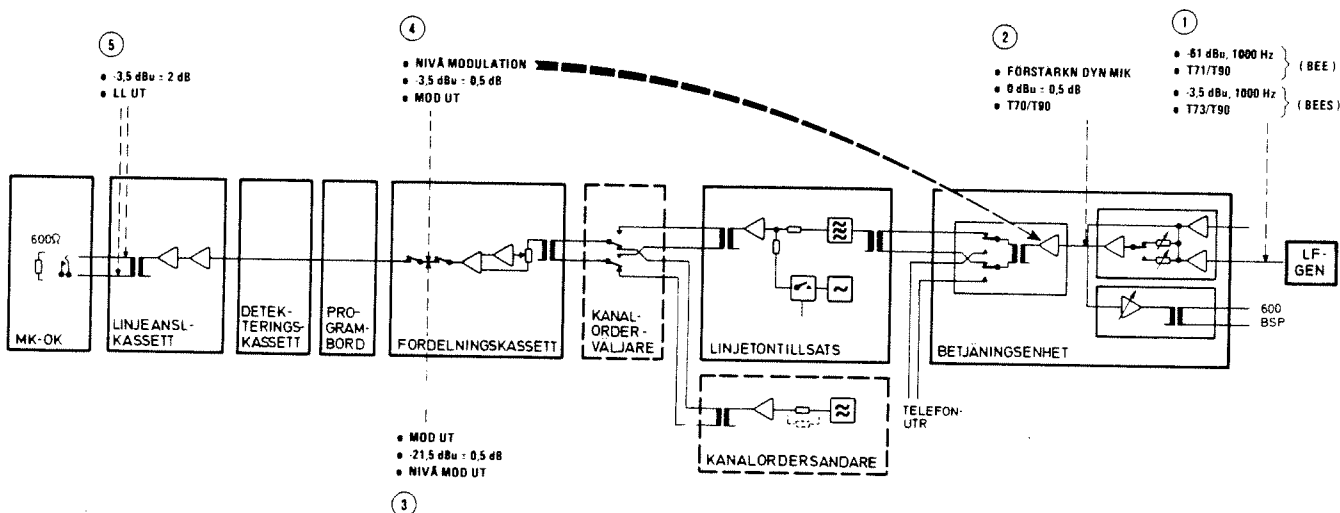

Bild 1
Om betjäningstrustning F4602-000447 (BEE) används, anslut LF-generatorn till mätuttagen T71 (DYN MIK IN) och T 90L, pos 1 (inom rund ring) bild 1, på betjäningstrustningen. Nivån skall vara -61 dBu (0,7 mV) och frekvensen 1000 Hz.